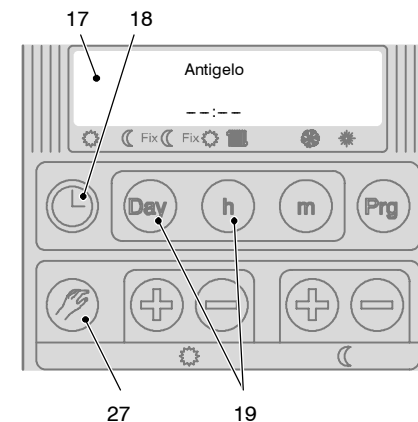

fig. 2.12
- 1 Premere il tasto ☺ (27 in fig. 2.12) per più di tre secondi. Sul display (17) compaiono le scritte di fig. 2.12.
sto  (18 in fig. 2.12) e contemporaneamente agire sui tasti **Day e h** (19 in fig. 2.12). Alla scadenza del tempo programmato il cronotermostato riprende a funzionare come prima della sospensione senza bisogno di nuove impostazioni.
- 3 Per uscire dalla programmazione premere il tasto  (27 in fig. 2.12) per più di tre secondi.